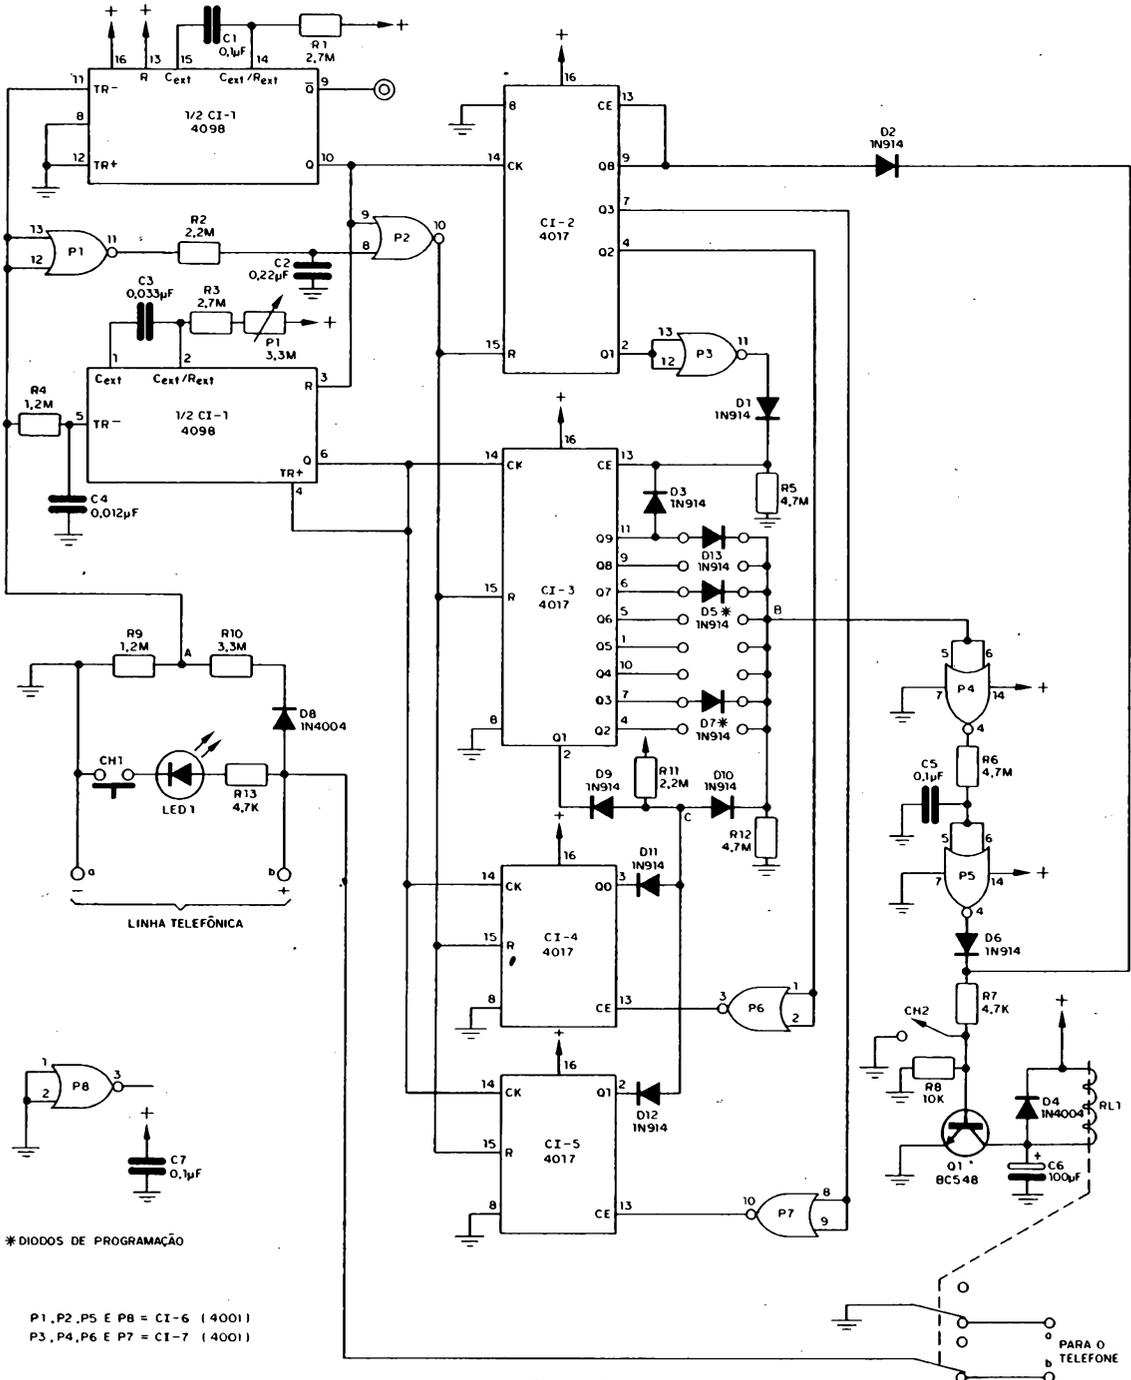

figura 2
Na figura 2 temos o diagrama do bloqueador a fora a fonte de alimentação que será tratada em separado. O indicador de polaridade, a que nos referimos logo acima, é formado por R13, CH1 e fotemissor led 1, de forma que este último emitirá luz quando, e só quando, a linha telefônica for conectada ao circuito com a polaridade indicada na figura 2. É justamente através do potencial existente em *A* que o circuito é informado se o monofone se encontra ou não no gancho.
Se a partir deste momento o usuário discar o oitavo dígito consecutivo, a saída Q8 de C.1.2 assume o estado H e inibe o contador, forçando Q8 em nível alto, mesmo que seja discado outro algarismo, o que na realidade não acontecerá, pois, agora, D2 passa a conduzir, polarizando a base de Q1 que satura, descarregando o capacitor eletrolítico C6 e fazendo operar o relê, cujos contatos deixam de alimentar o circuito do telefone e, portanto, o estado do nó A passa a ser H e, momentos após, todos os contadores são reciclados (observe que eles não o são imediatamente, devido à presença da rede de atraso R2/C2 — figura 2).
D.D.D.), C.1.3 perceberá essa manobra, já que os dez pulsos a ele aplicados forçosamente farão com que a sua saída Q9 assumira o estado H por cerca de 100 ms ao surgir o nono pulso dos dez aplicados; isto é suficiente para inibir o contador através do diodo D3 e entrada CE, por outro lado esse estado H é aplicado via D13 ao inversor P4 cuja saída assumira o nível 0V, dando início ao processo de descarga de C5 por meio de R6 (figura 2), chegando o momento que P5 passa a interpretar o estado L em sua entrada, provocando o estado H no pino 4, o qual é transferido à base do transistor através do diodo de bloqueio D6 e resistência limitadora de corrente R7, então Q1 satura, interrompendo a ligação, da mesma forma que no caso anterior.